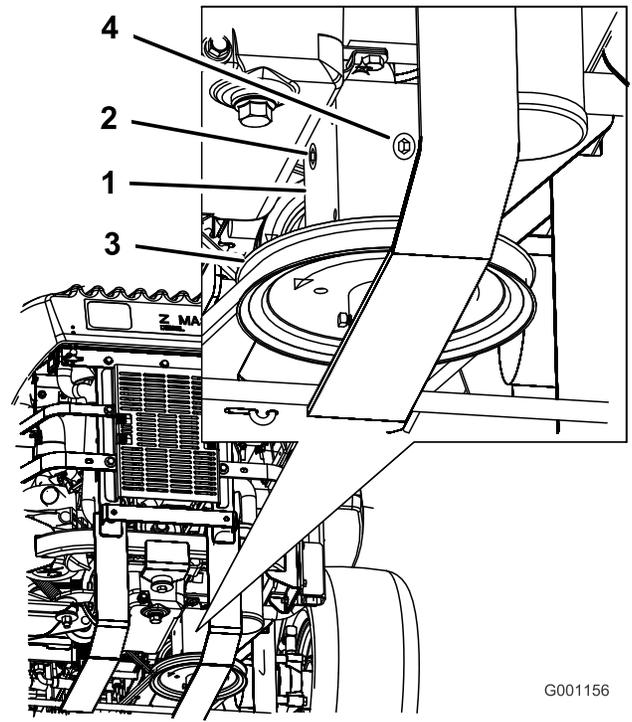

Figura 74
- Retire el tapón lateral o trasero de la caja de engranajes (**Figura 74**).